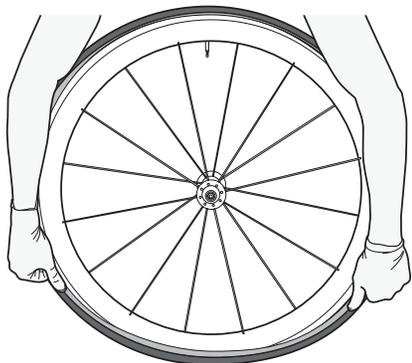

Figure 26.
7. Continuez à travailler vers le bas du pneu, en l'appuyant sur la jante, jusqu'à ce qu'il reste seulement quelques centimètres du pneu à l'extérieur de la tringle de jante (Figure 26).